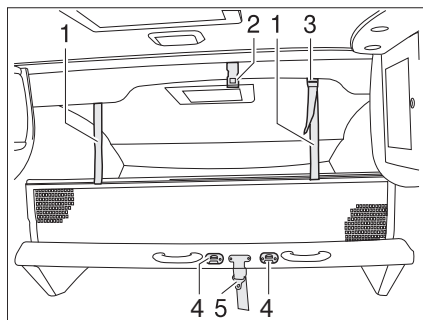

Fig. 91 Lit escamotable
- Détacher la sangle de sécurité (Fig. 91,5) du plafond (Fig. 91,2).
- Verrouiller le lit escamotable au plafond (Fig. 91,2) avec la sangle de sécurité (Fig. 91,5).
- L'échelle de montée doit être accrochée par les deux étriers aux crampillons (Fig. 91,4) se trouvant sur le lit escamotable.
- Faire s'enclencher les sangles de retenue (Fig. 91,1) dans les œillets (Fig. 91,3) du plafond.